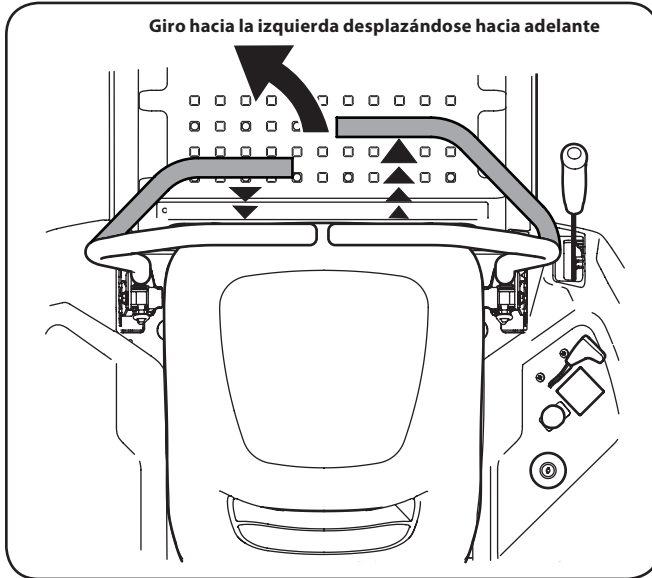

Figura 5-4
1. Para girar a la izquierda, mueva la palanca de control del lado izquierdo hacia atrás respecto de la palanca derecha. Consulte la Figura 5-4.